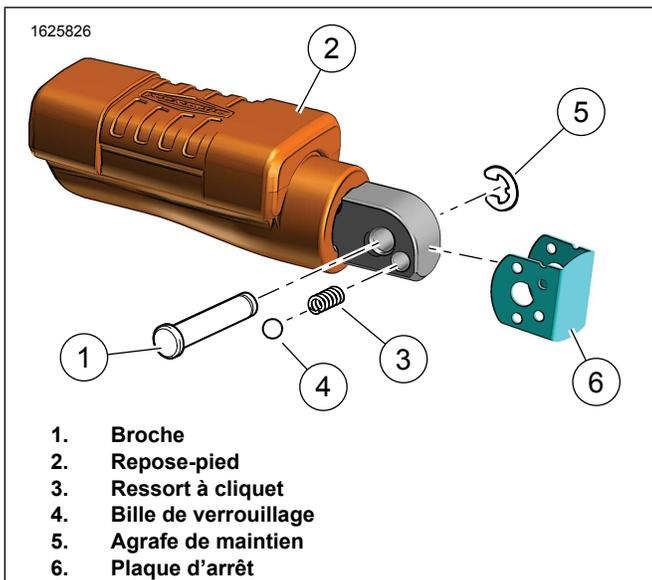

Figure 3. Installation du ressort de détente du repose-pieds du passager
- Figure 3 Retirer la goupille (1) et le clip de retenue (5).